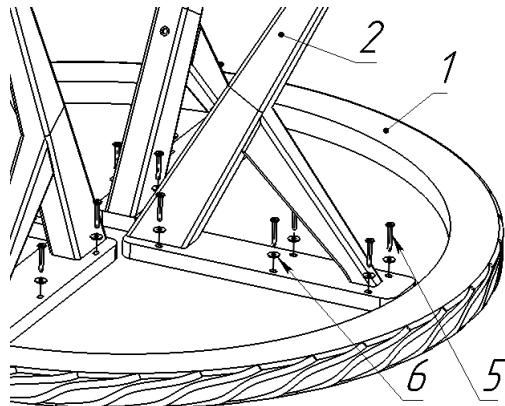

Рисунок 2.
- 3.2. Завернуть, не затягивая, винты-стяжки M6x40 (5) через шайбы (6) и пазы ног в резьбовые отверстия втулок столешницы (1) (см. рисунок 2) с помощью ключа для конфирматы (11).